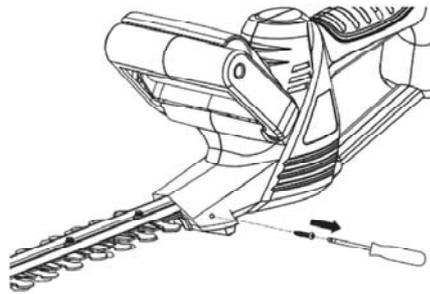

Fig. C1
Installation de la protection (voir Fig. C1, C2, C3)
1. Retirer les deux vis de chaque côté de la machine (voir Fig. C1).